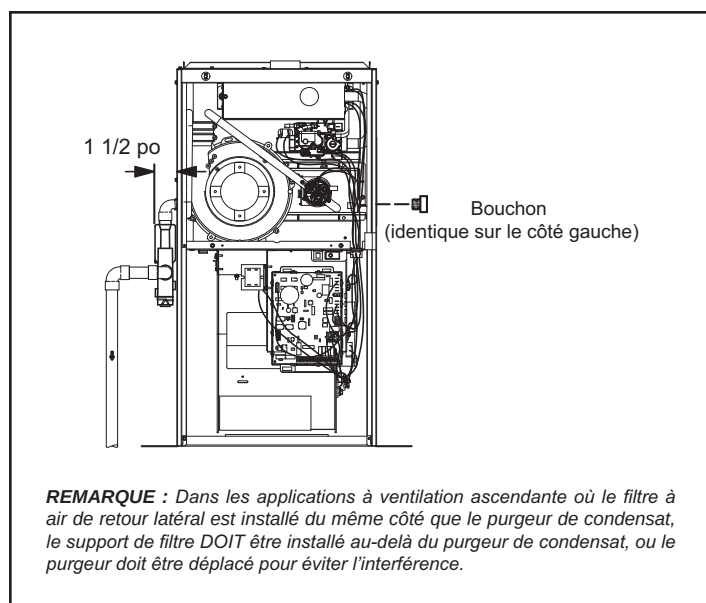
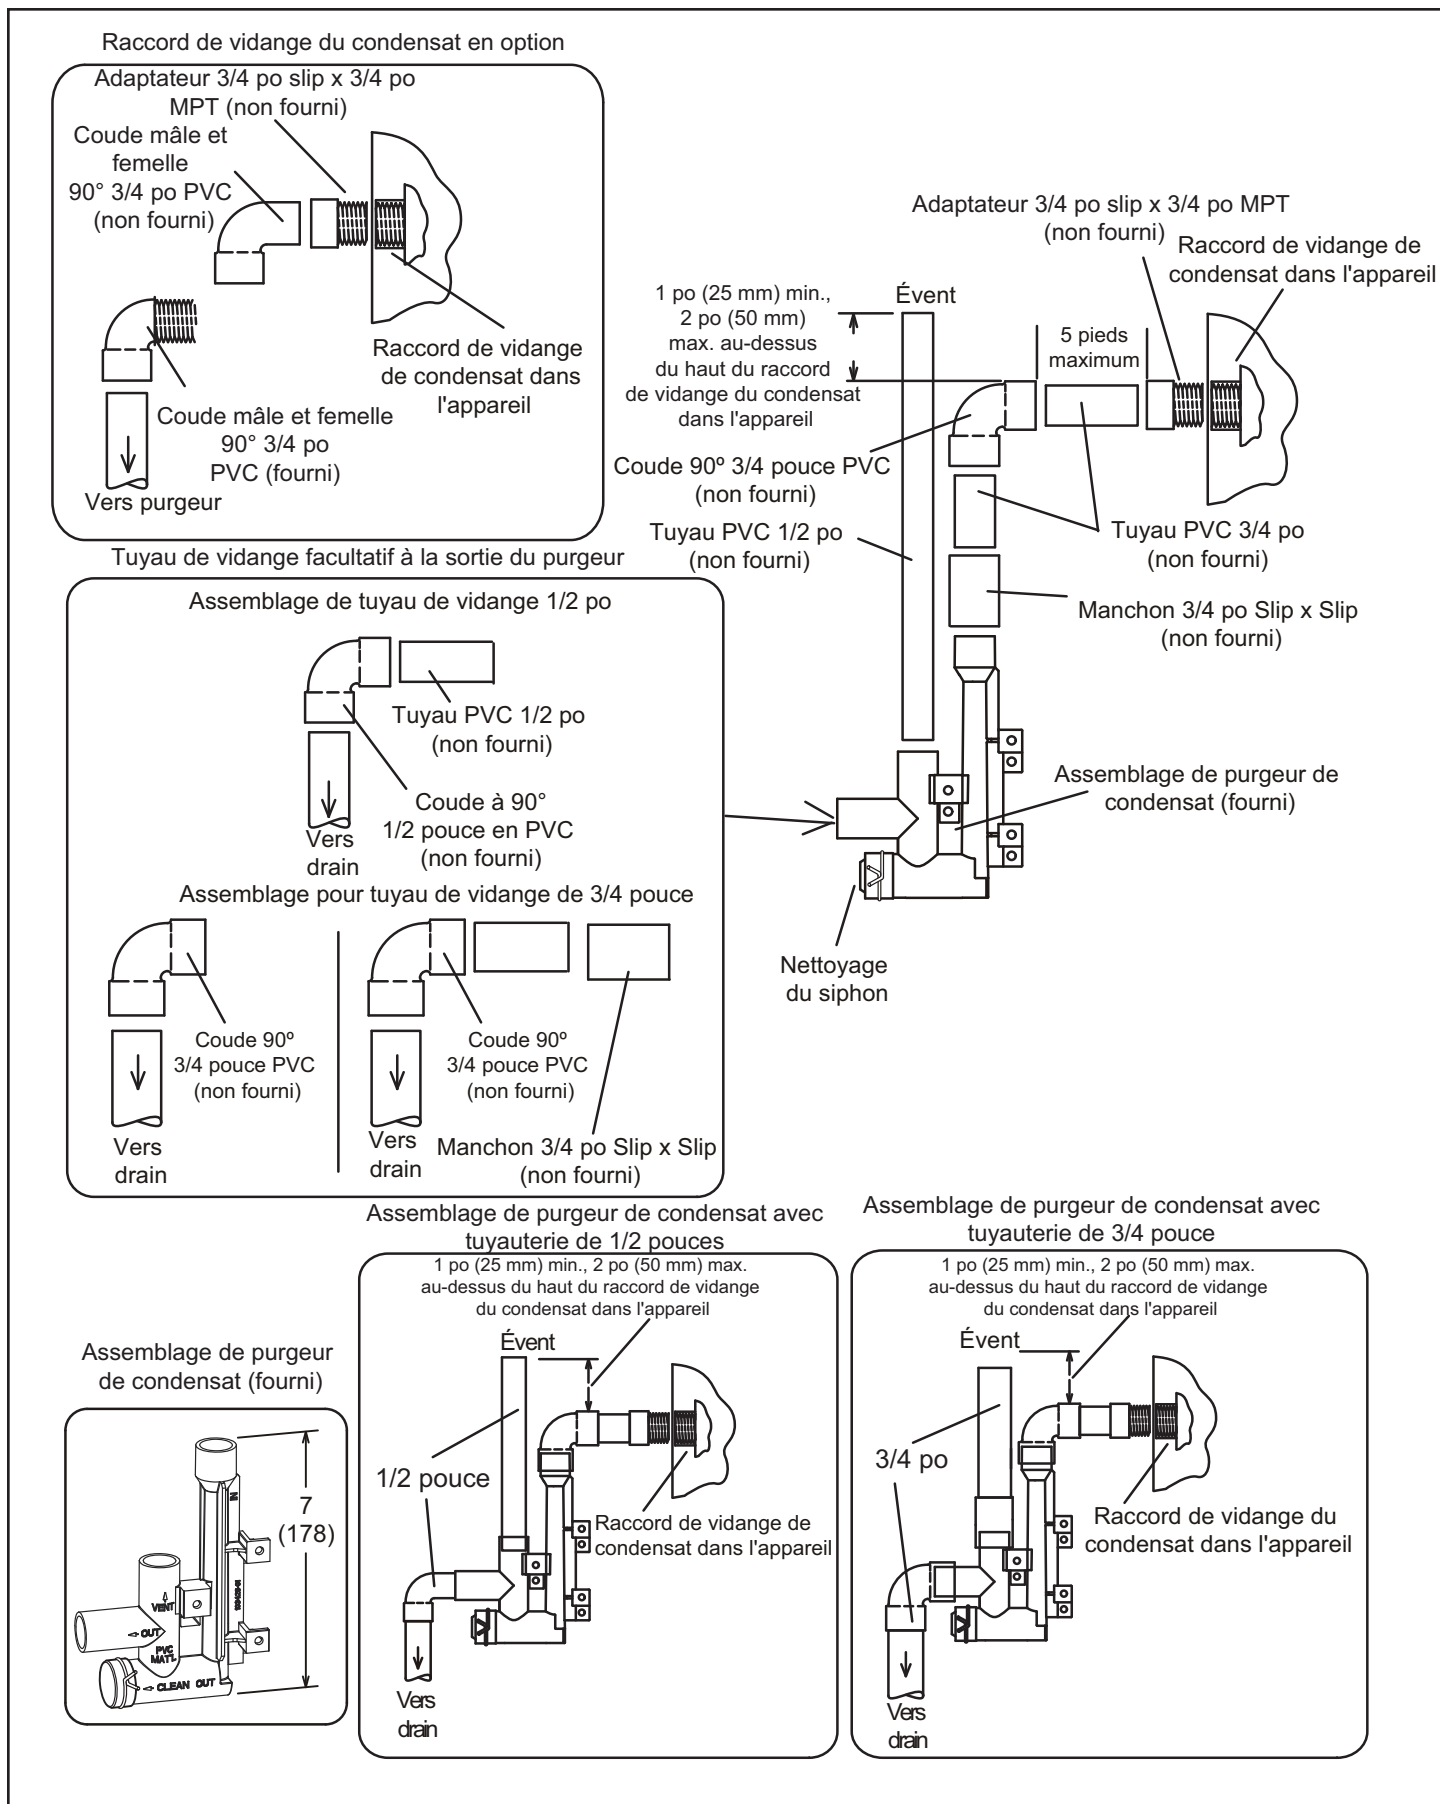

Figure 35. (Appareil illustré en position de ventilation ascendante)
Figure 43. Assemblage purgeur/vidange utilisant une boîte de tête côté froid pour PVC 1/2 po ou 3/4 po avec raccord de vidange 3/4 po
7. Si la tuyauterie d'admission et d'évacuation doit remonter un mur latéral pour se terminer au-dessus de l'accumulation de neige ou d'autres obstructions, cette tuyauterie doit être soutenue. Au moins un support doit être utilisé à moins de 6 po du dessus du coude, puis tous les 24 po (610 mm) comme illustré sur la Figure 35, pour empêcher tout mouvement dans n'importe quelle direction. Lorsque les tuyaux d'évacuation et d'admission doivent remonter un mur extérieur, le tuyau d'évacuation doit être terminé par un tuyau de taille conforme au **Tableau 27**. Le tuyau d'admission peut être équipé d'un retour vers le bas à l'aide de coudes de 90°. L'utilisation d'un retour vers le bas ajoute 5 pieds (1,5 m) à la longueur équivalente du tuyau.
Cet appareil est conçu pour une sortie droite ou gauche de la tuyauterie du condensat dans les applications à ventilation ascendante. Dans les applications à ventilation horizontale, le purgeur de condensat doit s'étendre sous l'appareil. Un dégagement de service de 8 po est nécessaire pour le purgeur de condensat. Reportez-vous aux Figures 35 et 36 pour connaître les emplacements du purgeur de condensat. Les Figures 43 et 44 montrent un assemblage de purgeur utilisant un PVC 1/2 ou 3/4 po.
3. Posez le couvercle sur l'orifice de nettoyage à la base du purgeur. Fixez avec une bride. Voyez les Figures 43 et 44.
4. Installez le purgeur de condensat à l'aide des raccords en PVC appropriés et collez tous les joints. Collez le purgeur de condensat fourni comme illustré sur les Figures 43 ou 44. Acheminez la conduite de condensat jusqu'à un drain ouvert. La conduite de condensat doit maintenir une pente descendante de 1/4 po depuis le générateur d'air chaud jusqu'au drain.